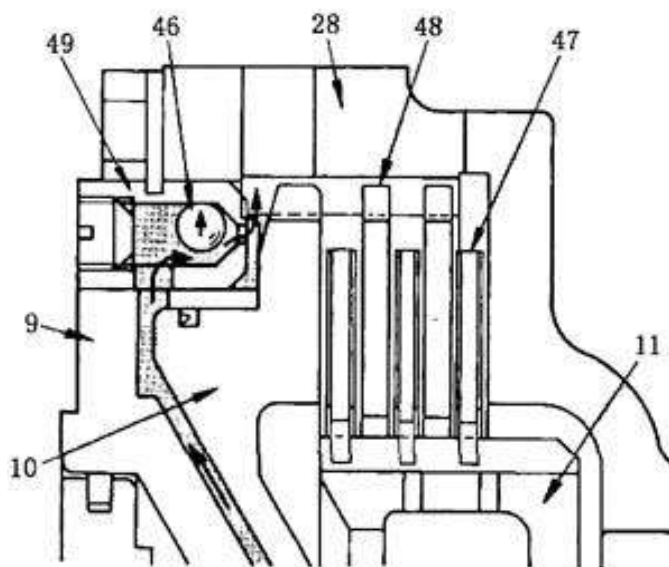

Рис. 5-21
(2) Выключение муфты (Рис. 5-21)